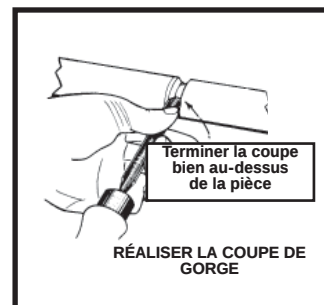

Fig. 58
À partir de cette position initiale, enfoncer la gouge dans la pièce et faire rouler l'outil sur le porte-outil. Une triple action doit être réalisée. (1) Faire rouler le ciseau de façon à ce qu'il suive la forme de la coupe, (2) abaisser légèrement le manche pour que la partie déjà coupée entraîne le bord du ciseau sur le côté, (3) enfoncer le ciseau dans la pièce de sorte que, à la fin de la coupe (fig. 58), le ciseau soit bien au-dessus de la pièce et tangent à la surface coupée. Ne réaliser que la moitié de la coupe à la fois, puis retourner le ciseau pour couper l'autre moitié. Pour les tourneurs qui ne maîtrisent pas parfaitement la technique, il est conseillé de réaliser les coupes de gorges en utilisant la méthode du raclage, avec la petite gouge ou le ciseau à bout rond.